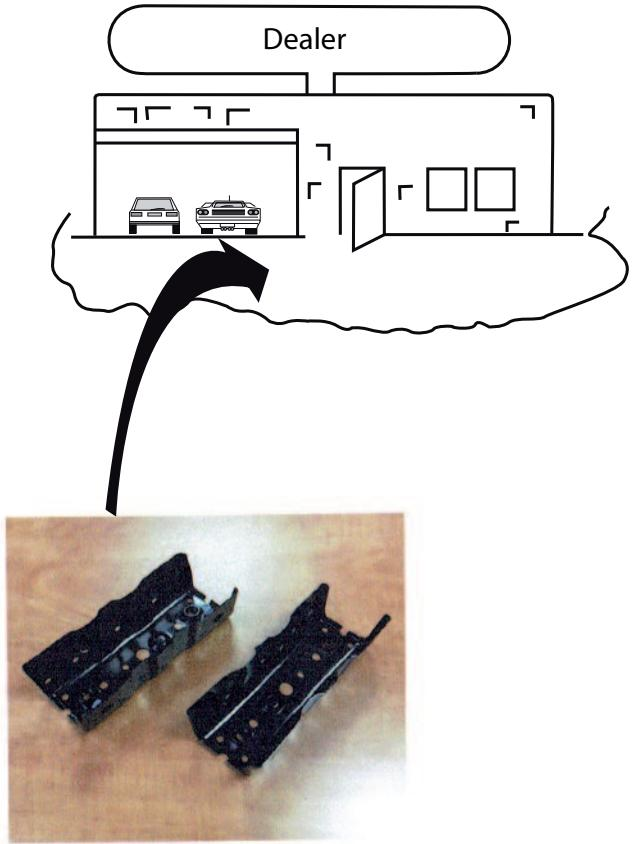

Fig. 3
- ⚠ 1. Для автомобилей без боксирного крюка для подготовки, закажите их у дилера. См. рисунок 3.